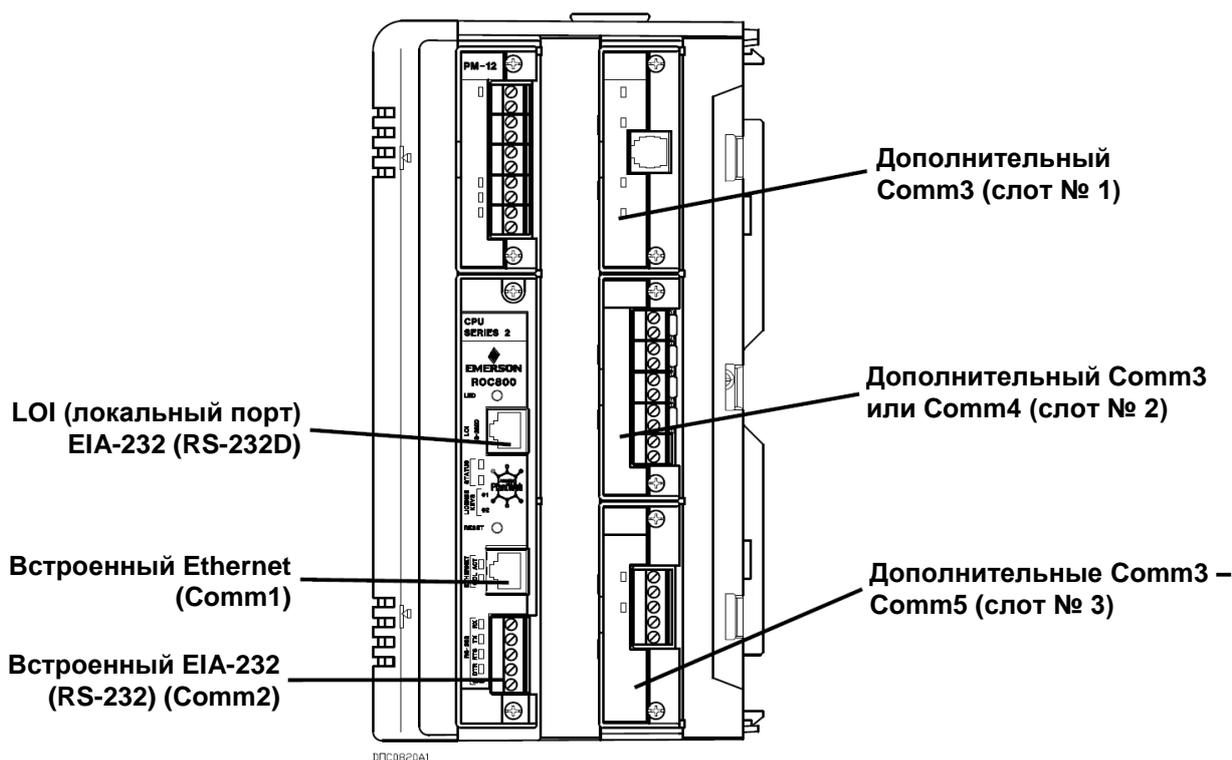

Рис. 5-1. Коммуникационные порты
Коммуникационный модуль включает печатную плату, коммуникационный порт, клеммную колодку для проводки, светодиоды и разъемы для подключения к объединительной панели. В контроллер ROC800 можно установить до трех коммуникационных модулей, используя первые три слота. См. *рис. 5-1*.
**Примечание:** Коммуникационные модули, кроме модуля HART, можно устанавливать **только** в слоты 1, 2 и 3 контроллера ROC800. См. рис. 5-1 и таблицу 5-1.
Порт локального интерфейса оператора (LOI) (см. *рис. 5-1*) обеспечивает прямую связь контроллера ROC800 и устройства интерфейса оператора с последовательным портом, например, персонального компьютера под управлением Microsoft® Windows®. Интерфейс позволяет обращаться к ROC800 с целью настройки и передачи сохраненных данных, установив прямое соединение с помощью программного обеспечения ROCLINK 800.